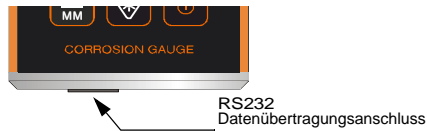

Abbildung 5. RS232 Datenübertragungsanschluss
2. Schließen Sie den Stecker am anderen Ende des Datenübertragungskabels am RS232-Datenübertragungsanschluss unten am Messgerät an (Abbildung 5).